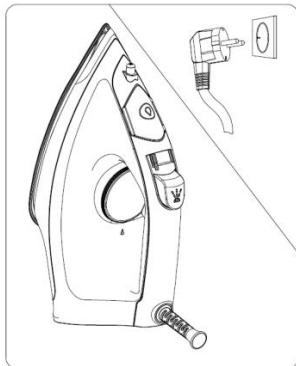

Fig.3
80. Anslut apparaten till strömkällan (se fig. 3) och välj lämplig temperatur i enlighet med materialet i kläderna som ska strykas (se fig. 4). Se avsnitten i "**STRÖKTIPS**" och "**YTTERLIGARE ETIKETTER**" när du väljer temperatur. Indikatorn tänds, vilket indikerar att strykjärnet förvärmits. Och indikatorn kommer att lysa fast under förvärmning. Efter att förvärmningen är klar släcks indikatorn och strykjärnet är klart att användas.